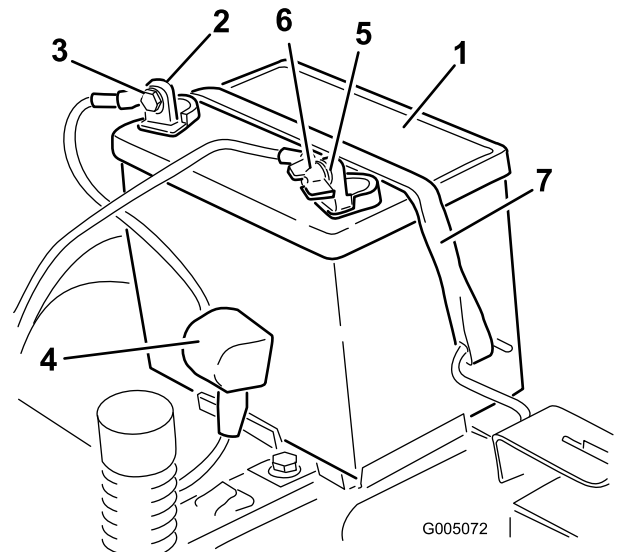

Figura 38
4. Desconecte el cable negativo de tierra (negro) del borne de la batería (Figura 38). Guarde todos los herrajes.
5. Deslice hacia arriba la cubierta de goma del cable positivo (rojo). Desconecte el cable positivo (rojo) del borne de la batería (Figura 38). Guarde todos los herrajes.
6. Retire la correa de sujeción de la batería (Figura 38) y levante la batería para retirarla de su bandeja.
1. Coloque la batería en la bandeja (Figura 38).
5. Fije la batería con la correa de sujeción (Figura 38).